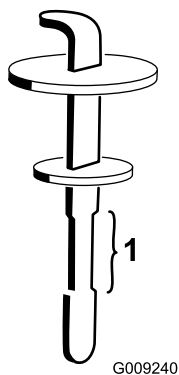

Bild 89
4. Entfernen Sie den Peilstab aus dem Einfüllstutzen und wischen ihn mit einem sauberen Lappen ab. Stecken Sie den Peilstab in den Einfüllstutzen und ziehen ihn dann heraus, um den Ölstand zu prüfen. Der Ölstand sollte zwischen den beiden Markierungen am Peilstab liegen (Bild 89).